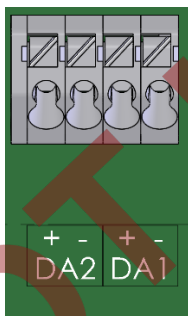

Abb. 13
1. Schließen Sie das nachgeschaltete Gerät an die entsprechenden Digitalausgänge (Klemmen „DA1“ und „DA2“) des EK205 an (s. Abb. 13).